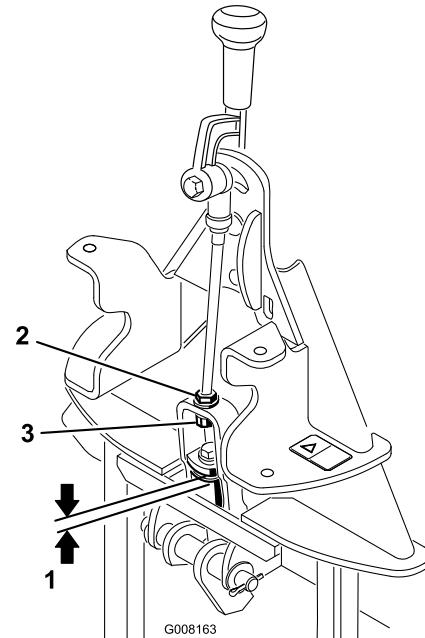

Figura 5
2. Mida el espacio entre la arandela superior y el espaciador del conjunto de enganche del adaptador de accesorios, según se muestra en **Figura 5**.